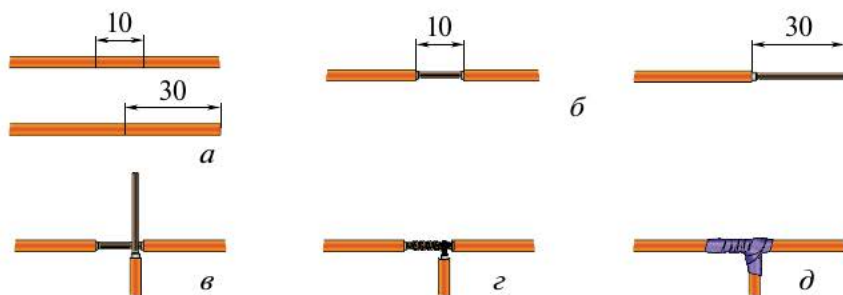

Рис. 10.5. Последовательность ответвления многожильных проводов
1. Разметить место ответвления провода на длину 10 мм и сращиваемый провод на длину 30 мм (рис. 10.5, *а*).
2. Удалить монтажным ножом или специальным приспособлением изоляцию на месте ответвления провода и на сращиваемом проводе (рис. 10.5, *б*).
3. Наложить оголённый конец сращиваемого провода на место ответвления примерно под углом 90° (рис. 10.5, *в*).
4. Накрутить конец сращиваемого провода на оголённое место провода ответвления. Обжать место ответвления пассатижами (рис. 10.5, *г*).
6. После охлаждения место пайки обмотать изоляционной лентой (рис. 10.5, *д*).
5. Выполните ответвление двух многожильных проводов (см. рис. 10.5).